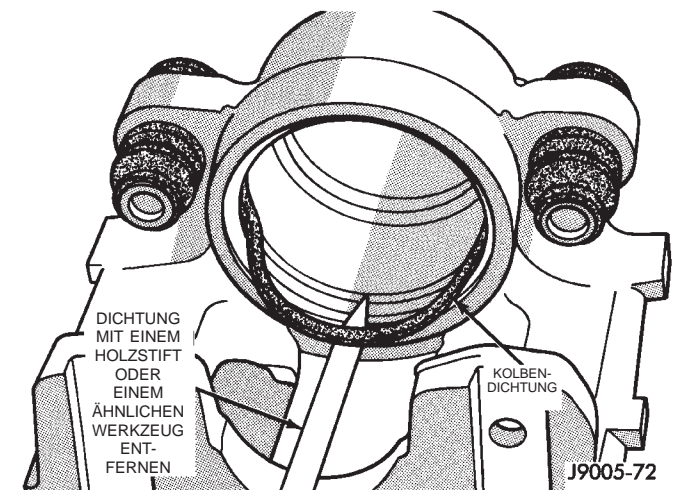

Abb. 68 Entfernen der Kolbendichtung
(6) Die Bremsattelkolbendichtung mit einem Werkzeug aus Holz oder Kunststoff herauslösen (Abb. 68). Keine Metallwerkzeuge verwenden, da sonst die Kolbenbohrung zerkratzt wird.